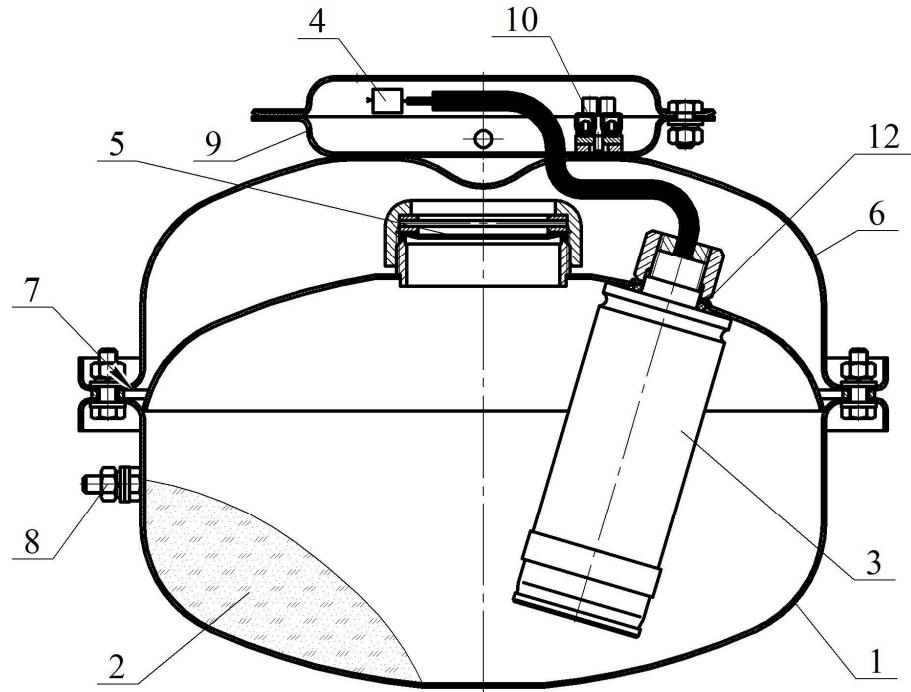
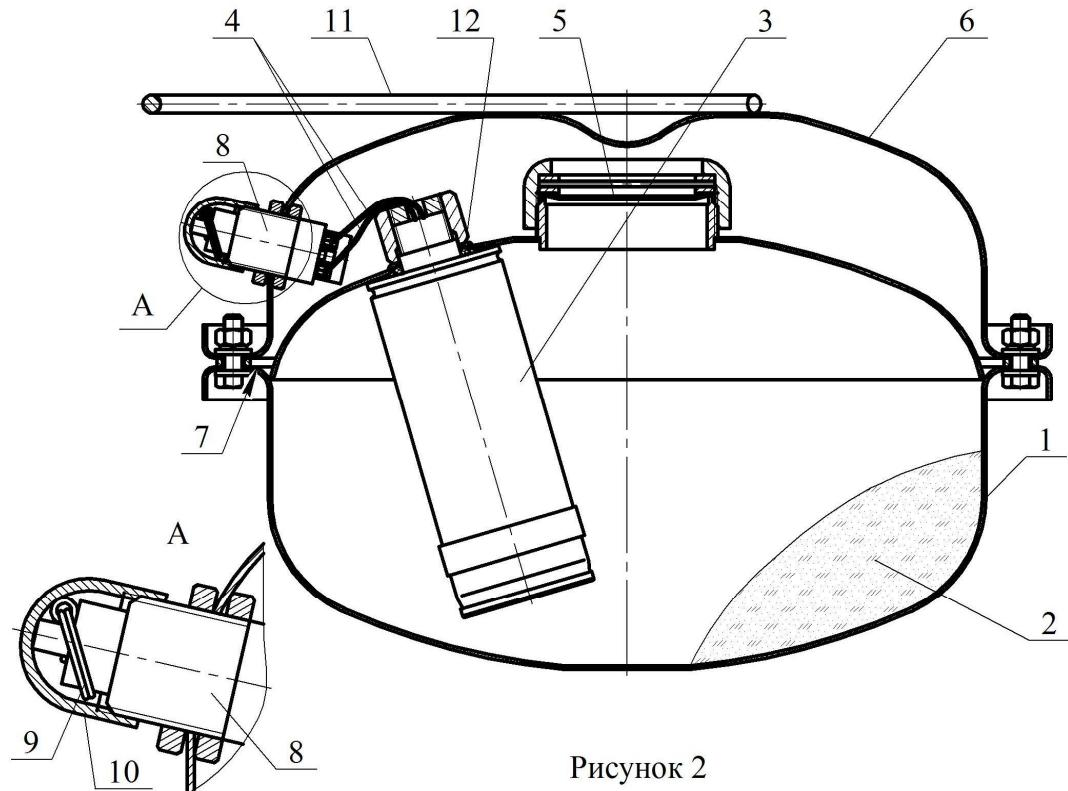
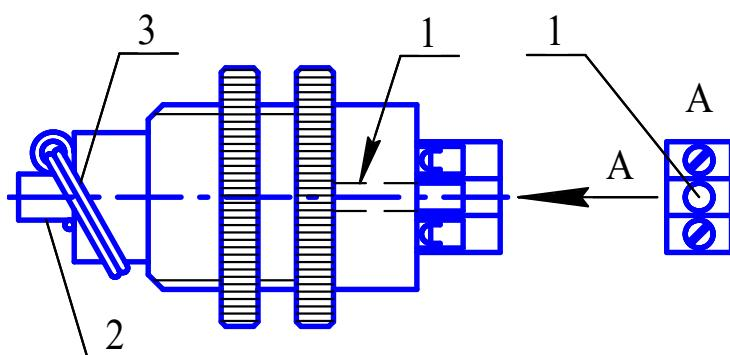

Рисунок 1
Рисунок 2
Рисунок 5
4.1.1 МПП (см. рисунок 1) состоит из корпуса **1**, в котором размещаются огнетушащий порошок (далее по тексту - ОП) **2** и источник холодного газа (далее по тексту - ИХГ) **3** с элементом электропусковым **4**. Сопловое отверстие для выхода ОП из корпуса закрыто мембраной **5**. Со стороны соплового отверстия корпус **1** соединен с отражателем **6**. Насадок - распылитель **7** для выхода ОП представляет щелевой зазор между корпусом **1** и отражателем **6**. Модуль имеет заземляющий зажим **8**. На отражателе установлен фланец **9**, в котором для соединения выводов элемента электропускового с вводной цепью пускового устройства расположен зажим контактный-винтовой **10**. МПП снабжён кронштейном **11** для крепления к потолочному перекрытию, стене или полу.
4.2.1 МПП (см. рисунок 2) состоит из корпуса 1, в котором размещаются ОП 2 и ИХГ 3 с элементом электропусковым 4. Сопловое отверстие для выхода ОП из корпуса перекрыто мембраной 5. Со стороны соплового отверстия корпус 1 соединен с отражателем 6. Насадок - распылитель 7 для выхода ОП представляет щелевой зазор между корпусом 1 и отражателем 6. На отражателе установлено устройство ручное пусковое 8, которое имеет чеку 9 для запуска МПП и закрыто заглушкой 10. МПП снабжён ручкой 11 для переноса и размещения модуля в зоне пожара.
- хранение МПП без заглушки **10** (см. рисунок 2);
6.1.2 Закрепить кронштейн 11 (см. рисунок 1) на потолке, стене, полу или иной несущей поверхности. Координаты отверстий в кронштейне, предназначенному для крепления МПП, показаны на рисунке 3.
6.2.2 Взять МПП за ручку **11** (см. рисунок 2), свободной рукой с устройства пускового ручного **8** снять заглушку **9** и извлечь чеку **10**.
- ИХГ-5(М)-01 СИАВ 066614.025.000 ТУ для МПП(Н)-5-И-ГЭ-У2, ИХГ-5(М)-02 СИАВ 066614.025.000 ТУ для МПП(Н-Т)-5-И-ГЭ-У2, ИХГ-5(М)-06 СИАВ 066614.025.000 ТУ для МПП(Н-Т1)-5-И-ГЭ-У2 (поз. 3 рисунок 1) или ИХГ-5(М)-05 СИАВ 066614.025.000 ТУ (поз. 3 рисунок 2) для МПП(Н-Р)-5-И-ГЭ-У2 – 1 шт.;
7.4 Для восстановления устройства пускового ручного после срабатывания МПП необходимо через отверстие 1 (см. рисунок 5) в основании устройства поднять шток 2 и закрепить чекой 3. Для подъема штока 2 необходимо использовать незаостренный стержень диаметром 1,5...2 мм. После восстановления верхнюю часть узла активации закрыть заглушкой 10 (см. рисунок 2).